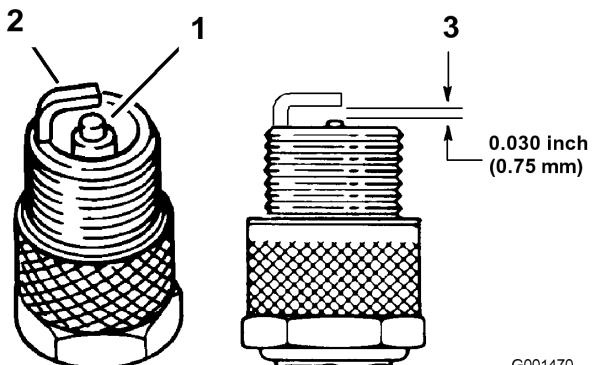

**Figura 29**
3. Desconecte los cables de las bujías (Figura 29).